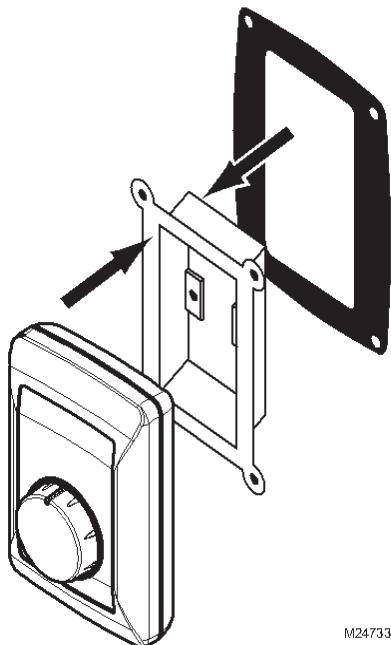

Fig. 8. Poser la garniture d'étanchéité.
- 4.** Retirer la plaque de montage de l'humidistat. Dans le cas d'une installation sur une gaine, insérer la garniture d'étanchéité sur la plaque de montage. Voir la Fig. 8.